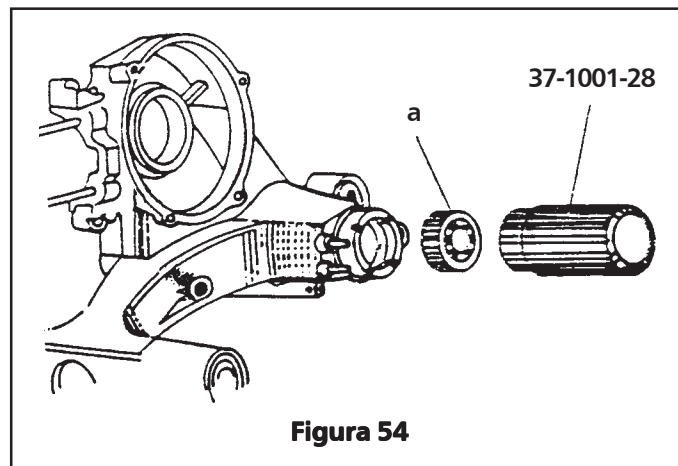

Figura 54
5. Utilizando el punzón 37-1001-28 fije la balinera «a» del eje principal en la mitad del cárter (del lado del embrague) como se muestra en la **figura 54**.